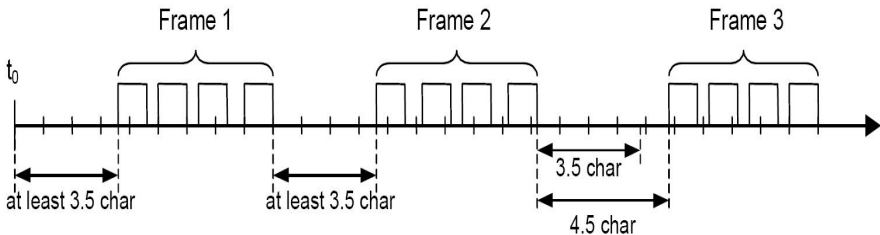

图 37 MODBUS 帧间隔
(1) T1-T2-T3-T4 为帧起始或帧结束，MODBUS 协议规定帧起始或帧结束是在帧与帧间延时 3.5char 字符的时间实现的，如图 37 所示。